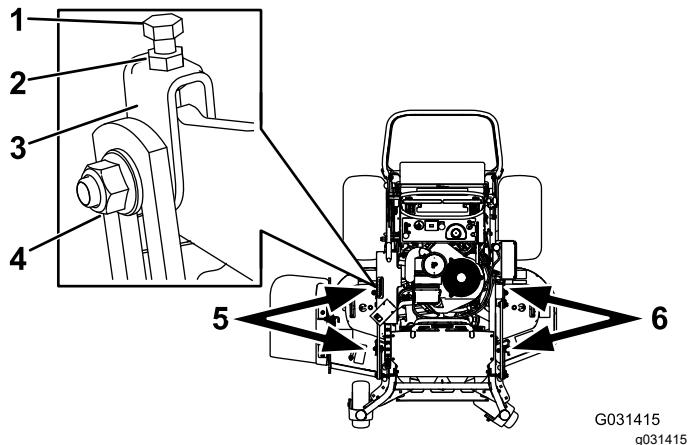

Figure 88
- Desserrez l'écrou latéral et l'écrou de blocage sur les chapes que vous voulez régler (Figure 88).
- Tournez le boulon supérieur des chapes pour régler la hauteur du plateau de coupe (Figure 88).